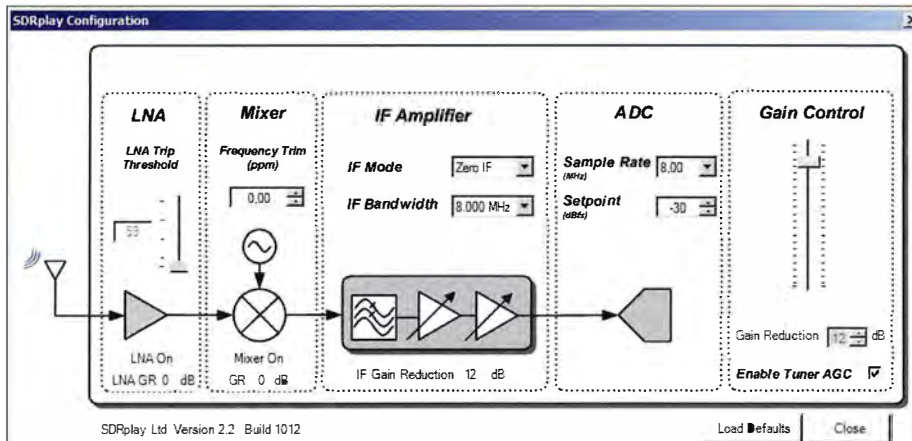

Bild 5: SDRplay-Konfigurationsmenü, werksseitige Einstellungen
Stets vor Augen halten sollte man sich, dass im Konfigurationsmenü (Bild 5) nie die Verstärkung angegeben wird, sondern nur die sog. *Gain Reduction* (GR, Verstärkungsreduktion) in Dezibel, also die eingestellte Dämpfung, bezogen auf die maximale Ver-
Die grundlegenden Einstellungen des SDRplay erfolgen über *Configure Source*. Das sich öffnende Menü *SDRplay Configuration* in Bild 5 zeigt im Wesentlichen
Die Verstärkungseinstellung im SDRplay ist etwas knifflig. Gemäß Bild 5 erfolgt sie in drei einzelnen separaten Stufen: LNA, Mischer (*Mixer*) und ZF-Verstärker. Bei eingeschalteter automatischer Regelung (*AGC*) regelt der RSP1 seine Verstärkung selbst, indem er feststellt, welche Signale innerhalb der gewählten Bandbreite mit welchen Pegeln anstehen: bei kleinen Signalen eine hohe Verstärkung und bei starken Signalen eine große Dämpfung, um die Signale möglichst verzerrungsfrei zu verarbeiten und die Intermodulation gering zu halten.
Da gemäß Bild 5 ein erheblicher Teil der Signalverarbeitung im analogen Tuner-IC abläuft, ist die Messung der Großsignalfestigkeit auch bei dieser Art SDR sinnvoll. Die Intermodulationsfestigkeit wird gemessen [4], indem man zwei gleich große HF-Signale über einen Leistungssteiler in den RSP1 eingespeist und die Pegelabstände der entstehenden Intermodulationsprodukte (IM) zu den Nutzprodukten ermittelt. Die stärksten Intermodulations-